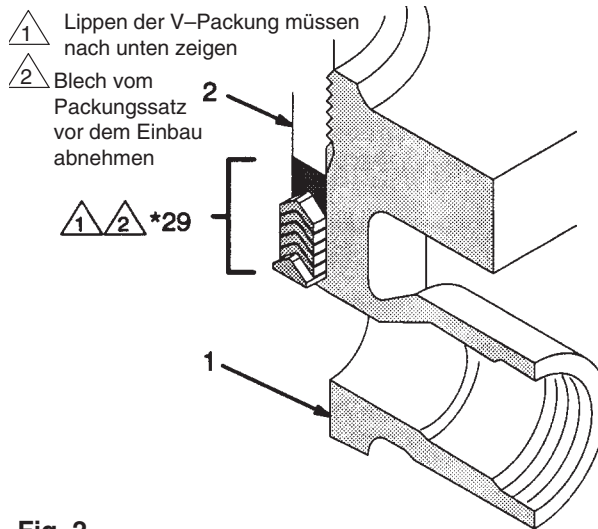
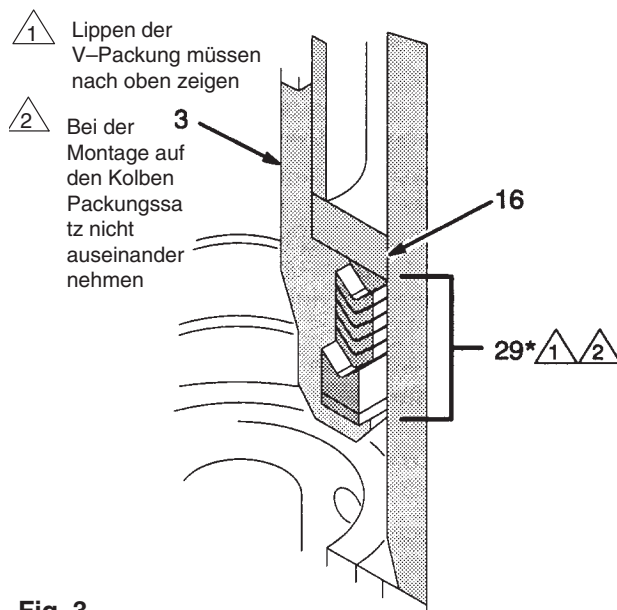

Fig. 2
Fig. 3
1 ⚠ Siehe Detail Abb. 2
2 ⚠ Siehe Detail Abb. 3
2. Bleche von einem der im Reparatursatz enthaltenen Packungssätze (29*) abnehmen und Packungssatz in Pumpengehäuse einbauen. Lippen der V-Packung müssen nach unten zeigen, siehe Abb. 2.
3. Packungsmutter/Öltasse (2) lose eindrehen.
4. Anderen, im Reparatursatz enthaltenen Packungssatz (29*) auf dem Kolben (3) installieren. Satz nicht auseinander nehmen. Lippen der V-Packung müssen nach oben zum Kolben zeigen. Siehe Abb. 3.
5. Scheibe (16) und Kugel (6*) auf den Kolben montieren, Gewindegewinde auftragen und Kolbensatz in die Kolbenstange (22) hineinschrauben. Mit 203–237 Nm anziehen.
6. Kolbenstange (6) einfetten. Stange vorsichtig von unten durch das Pumpengehäuse (1) führen und durch die Halspackungen nach oben drücken.
7. O-Ring (9*) und Haltering (12) auf dem Einlassventilgehäuse (4) anbringen. Dann Kugel (7*), Kugelführung (13) und Kugelstoppstift (11) in das Einlassventilgehäuse installieren. Darauf achten, dass der Stift in den gleichen Löchern sitzt wie vor dem Auseinanderbau. Siehe auch "Ventileinstellung". Dann zusammengebautes Teil in das Pumpengehäuse schrauben. Mit 108–136 Nm anziehen.